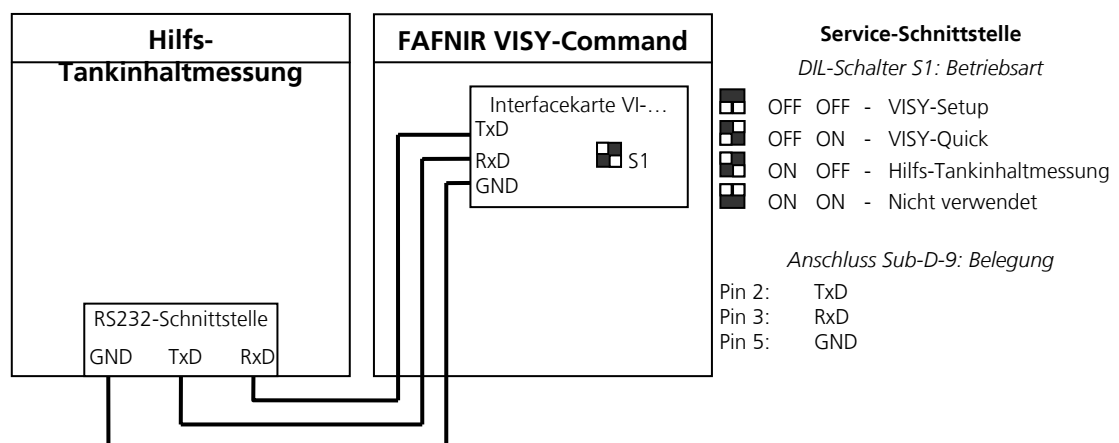

Abbildung 15: Anschluss der Hilfs-Tankinhaltmessung an den VISY-Command
- (5) Bringen Sie die DIL-Schalter auf der Schnittstellenkarte VI-... in die Stellung ON OFF (siehe Abbildung 15). Die Schnittstellenkarte beginnt jetzt mit der Datenabfrage der Hilfs-Tankinhaltmessung. Wenn alles korrekt verdrahtet und konfiguriert wurde, sollten jetzt die Daten aller Tanks in der Tankstellensteuerung bzw. im Kassensystem verfügbar sein. Eventuelle Verzögerungen können entstehen, wenn das Kassensystem bzw. die Tankstellensteuerung die Daten der Tankinhaltmessung nur sehr selten abfragt.
- (6) Wenn Sie kontrollieren wollen, ob die Daten der Hilfs-Tankinhaltmessung fehlerfrei vom VISY-Command eingelesen werden, dann stellen Sie die DIL-Schalter wieder auf Position OFF OFF (Betriebsart Service-Schnittstelle = VISY-Setup) und schließen Sie wieder VISY-Setup an die Service-Schnittstelle an. Beachten Sie dabei, dass Sie die DIL-Schalter in Position OFF OFF bringen bevor Sie das Kabel zur Hilfs-Tankinhaltmessung abnehmen. Durch die Einhaltung dieser Reihenfolge bleiben die eingelesenen Daten der Hilfs-Tankinhaltmessung im VISY-Command so lange erhalten, wie im VISY-Setup Konfigurationspunkt „Zeitüberschreitung...“ festgelegt wurde. Wenn Sie zuerst das Kabel abnehmen, würde das VISY-Command weiterhin versuchen, die Daten abzufragen und dann löschen, da keine Antwort mehr erfolgt (Statuscode: 11).